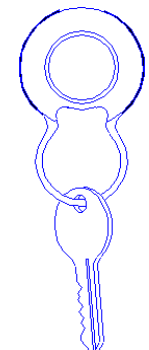

Fig. 3
3. Riportare la parte plastica nella posizione originale, facendo scorrere la chiave nell'anello (Fig. 3)
3. Reporter la partie plastique dans la position originale, en faisant couler la clé dans la bague (Fig. 3)